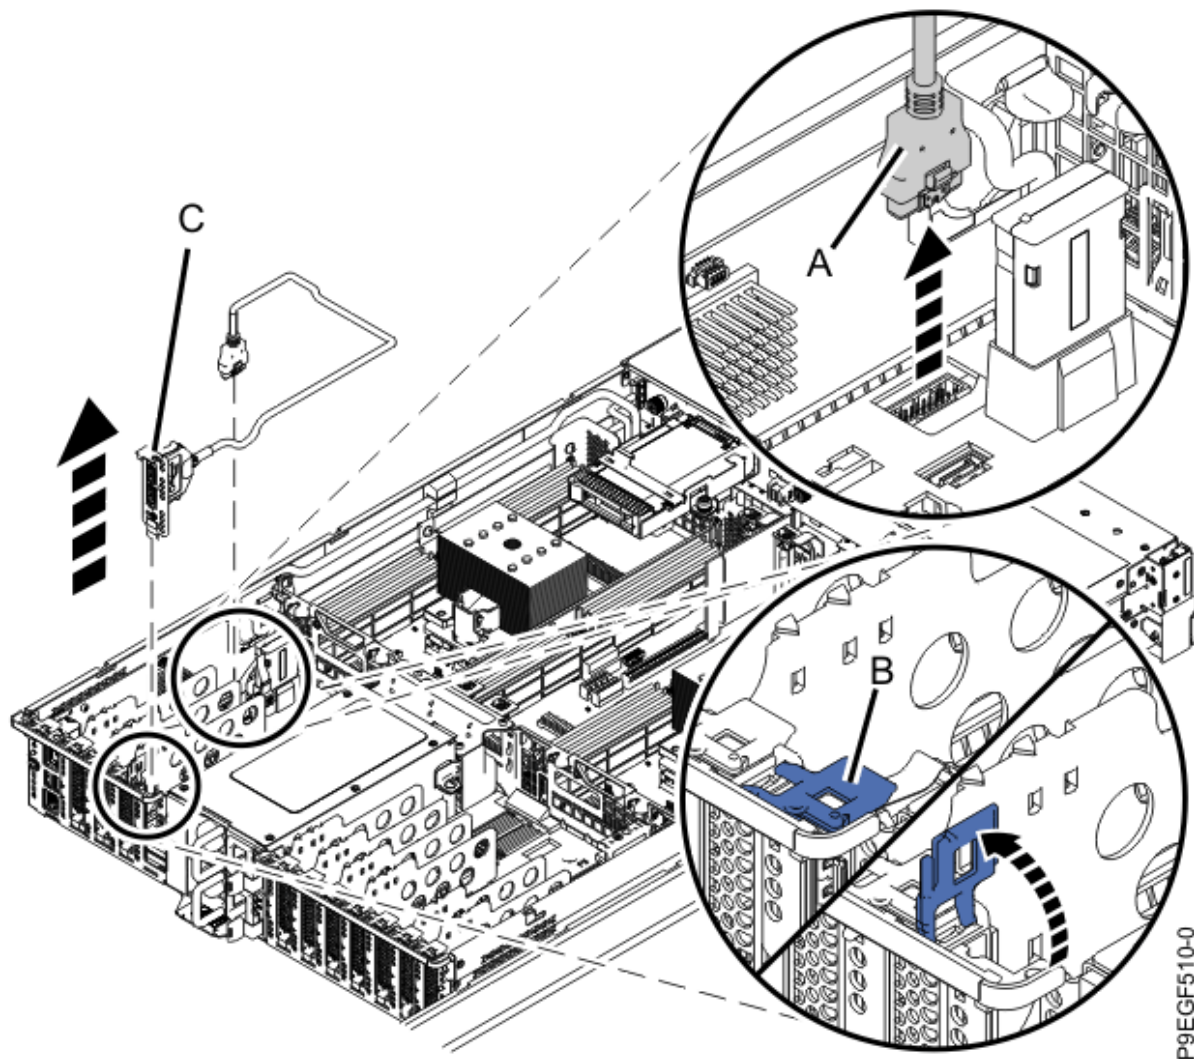

Figura 5. Extracció del cable posterior USB
3. Mentre pressioneu el pestell d'alliberació del connector, desendollegeu el cable posterior USB **(A)** de la placa posterior del sistema, tal com es mostra a la Figura 5 a la pàgina 7,
4. A la part posterior del sistema, obriu el pestell d'adaptador **(B)** i aixegueu l'allotjament del cable USB **(C)** tal com es mostra a la Figura 5 a la pàgina 7.